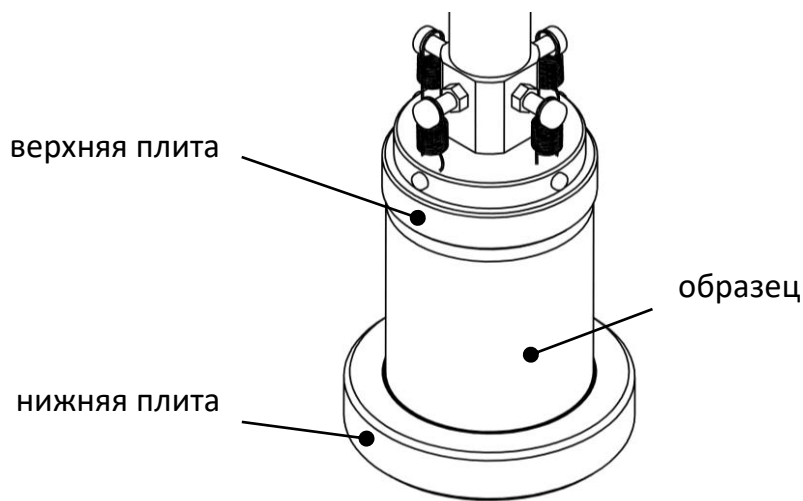

Рисунок 4 – Установка образца
- 4.5.1.2 Образец, подготовленный по требованиям метода испытания, установить в центр нижней плиты, обозначенный кольцевой риской (рисунок 4).